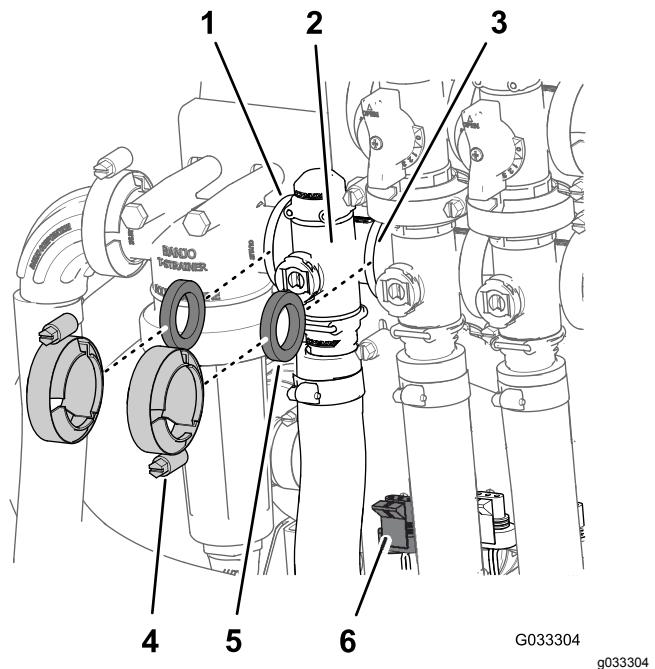

Figure 62
1. Retirez les colliers et les joints qui fixent le collecteur du régulateur de débit (Figure 62).